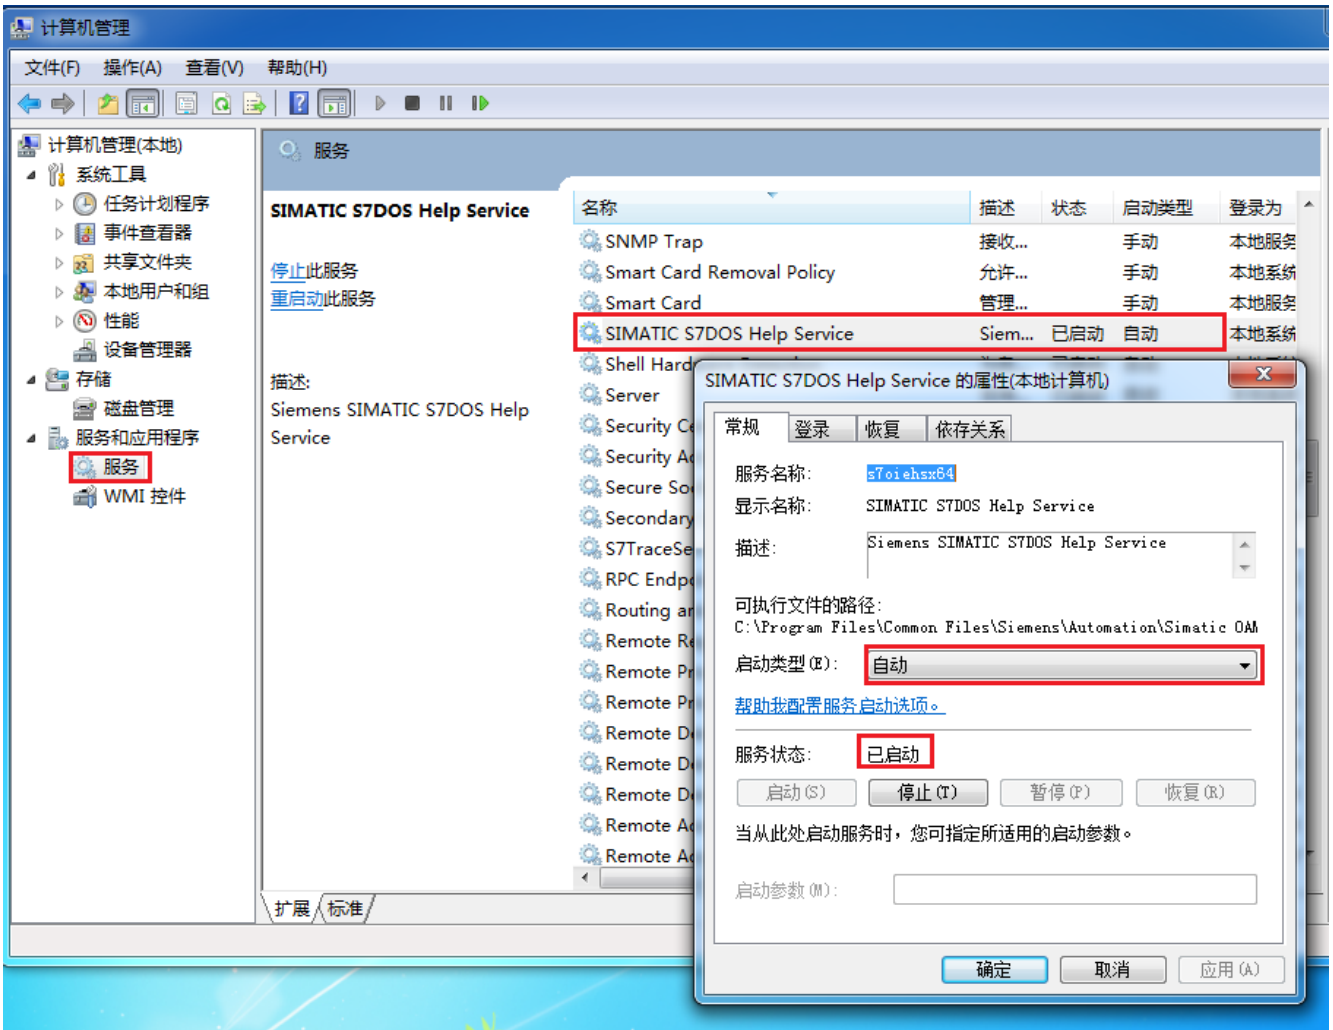

图 9.S7DOS HELP SERVICE 需要被启动
- 在计算机管理的服务中，找到 SIMATIC S7DOS HELP SERVICE 或者 S7DOS HELP SERVICE 等服务，需要确保该服务为自动状态并且已经启动，如图 9.所示。